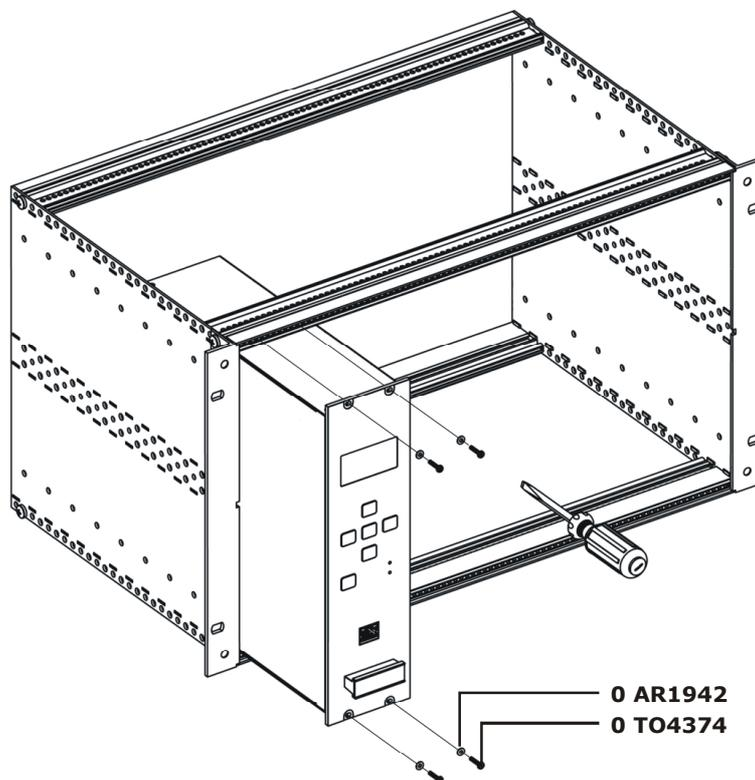

Fig. 2.-
1.-Posicione el módulo DT-800 en el extremo izquierdo de la estructura del subrack (fig. 2).
*1.-Position the DT-800 module at the left side of the subrack structure (fig. 2)*
1.-Placez le module DT-800 à l'extrémité gauche de la structure du subrack (fig. 2)